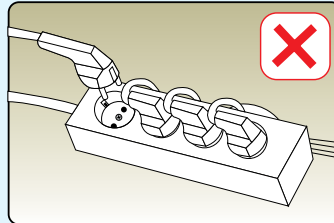

IMAGEN 11
- Está prohibido conectar su producto a un multi-enchufe, y usar los cables de extensión. (Imagen 11)